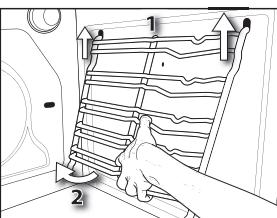

Fig. 5
2. Verwijder de roosters door ze op te tillen (1) en ze om te draaien (2) zoals getoond in Fig. 5.